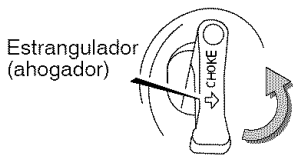

Figura 11
2. Mueva el estrangulador/ahogador a la posición de ARRANQUE (vea la Figura 11).